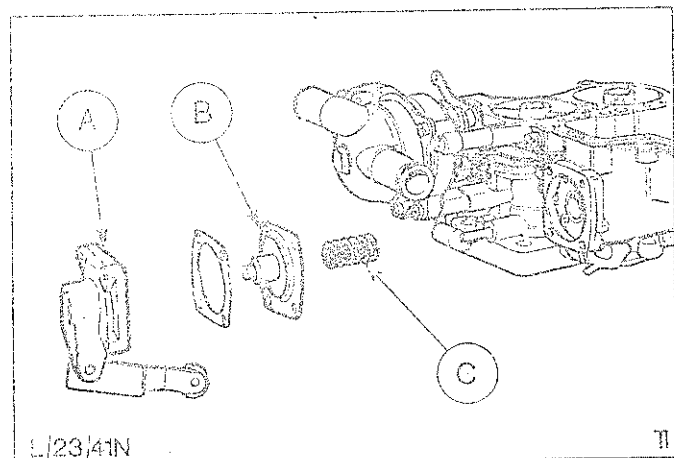

Abb.24 Beschleunigerpumpe zerlegt
13. Gemisch-Regulierschraube hereindreihen und Einzelteile der Beschleunigerpumpe nach der in Abb.24 gezeigten Reihenfolge einbauen, dabei darauf achten, daß die Membran nicht geknickt wird.